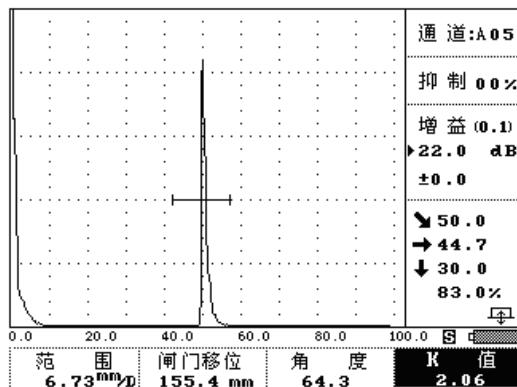

图 3-5-5
- ③ 按   键或左右转动旋钮来调节 K 值或探头角度。同时观察数据显示区的垂直距离显示。当垂直距离为 30mm 时，此时的 K 值或角度就是此斜探头的 K 值或探头角度。如图 3-5-5 所示。